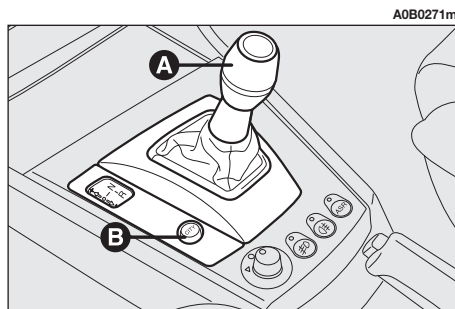
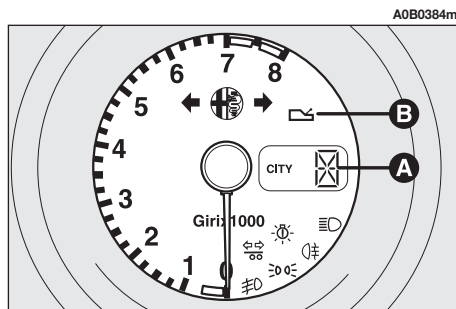

fig. 124
fig. 126
Il cambio delle marce avviene tramite la leva di comando (**A-fig. 124**) di tipo flottante ad "unica posizione centrale stabile". Agendo sulla stessa è possibile richiedere l'incremento/decremento del rapporto marcia innestato e/o l'inserimento della retromarcia (**R**) o del folle (**N**).
– la seconda di tipo automatico, definita **CITY** (con questa modalità selezionata tramite il pulsante **B-fig. 124**, la scritta **CITY** compare sul display posto sul contagiri **fig. 126**). Con questa modalità il sistema decide direttamente quando effettuare il cambio marcia.
L'indicazione della marcia inserita (**fig. 126**) è sempre riportata sul display indipendentemente dalla modalità selezionata.
Una spia di avaria (**B-fig. 126**) accompagnata da una segnalazione acustica richiama l'attenzione del guidatore in caso di anomalie al cambio Selespeed.
Ruotando la chiave d'avviamento in posizione **MAR**, si illuminano tutti i segmenti del display marce (**A-fig. 126**), la spia di avaria cambio (**B-fig. 126**) e la scritta **CITY**. Dopo circa un secondo, il display visualizza la marcia innestata (**N, 1, 2, 3, 4, 5, R**); da questo momento il sistema Selespeed accetta i comandi di cambio marcia.